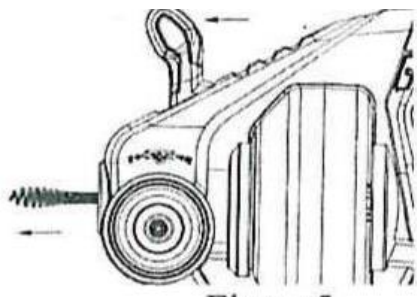

Рисунок 5
1) Легко нажмите на переключатель скорости, переведите рукоятку вперед в положение F, гибкий вал выдвинется вперед (рис. 5);